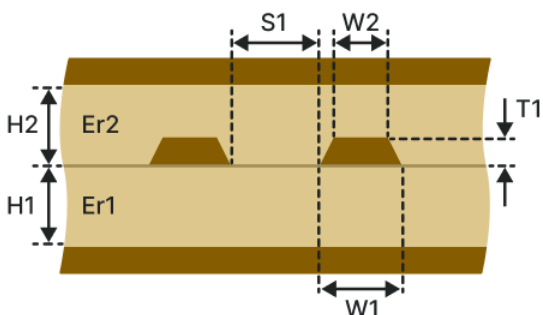

Рис. 146 Дифференциальная полосковая ЛП (ДП-1Н1В)
- Дифференциальная полосковая ЛП (ДП-1Н1В), см. Рис. 146.